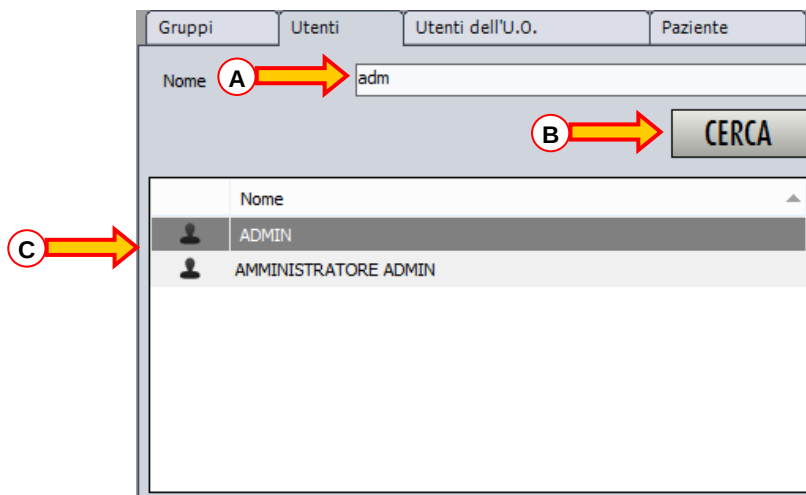

Fig 70
Sulla finestra è presente un campo di ricerca che permette di ricercare per nome il destinatario (l'utente) da selezionare (Fig 70).
- Inserire almeno tre lettere del nome nel campo indicato in Fig 70 A.
- Cliccare il pulsante **CERCA** (Fig 70 B).
- La lista degli utenti è visualizzata nell'area indicata in Fig 70 C.